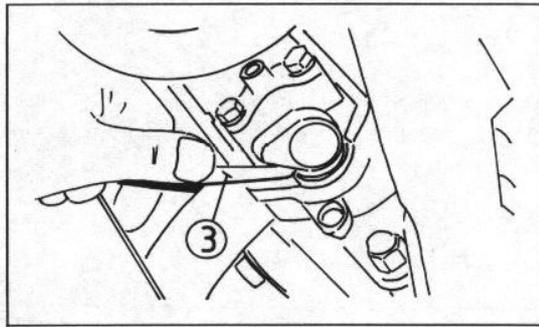

Bild 16
- Mit der Blattlehre das Ventilspiel feststellen (Bild 16).